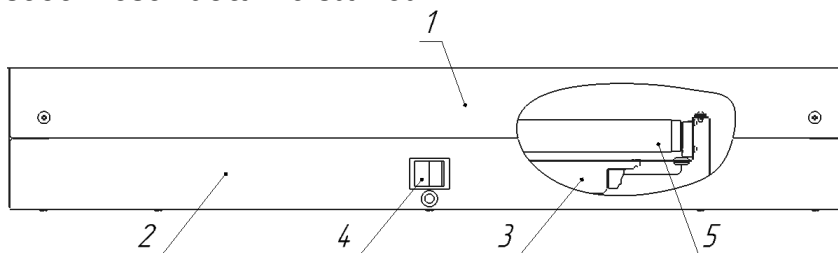

Рис. 2 Общий вид закрытого облучателя (рециркулятора)
4.2.2 Облучатель (рис. 2) состоит из крышки 1, корпуса 2, в котором размещены вентиляторы, блок питания и пускорегулирующая аппаратура 3. В облучателе предусмотрен тумблер 4. На корпусе имеются отверстия для крепления на опорную поверхность.
6.2.3 Снять крышку 1 (см. рис. 2), открутив крепежные винты.